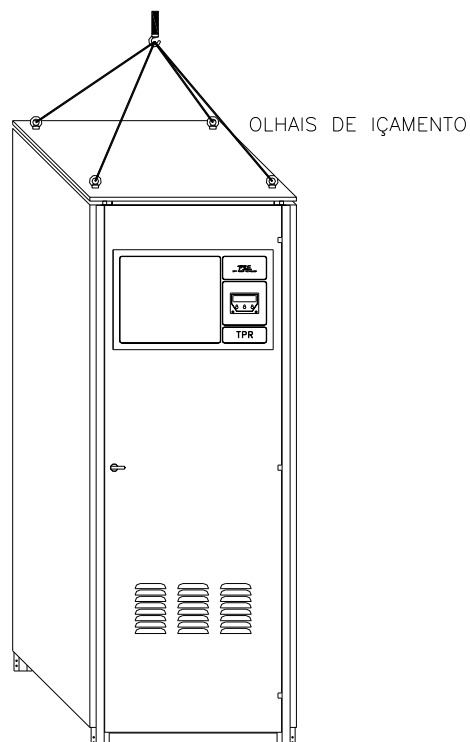

FIGURA 6 - TRANSPORTE POR GRÚAS
- Proceda como se indica a continuación para transportar la unidad por grúa (Figura 6);